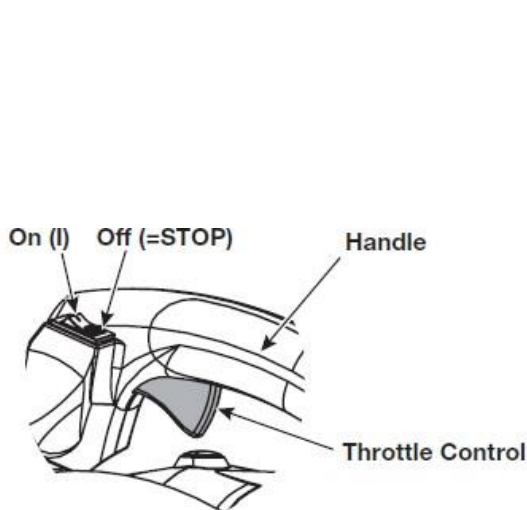

Fig. 9
**Hinweis:** Es ist nicht erforderlich, das Gerät einzuschalten. Der Ein/Aus-Schalter befindet sich immer in der Stellung ON ( I ) (Abb. 9).